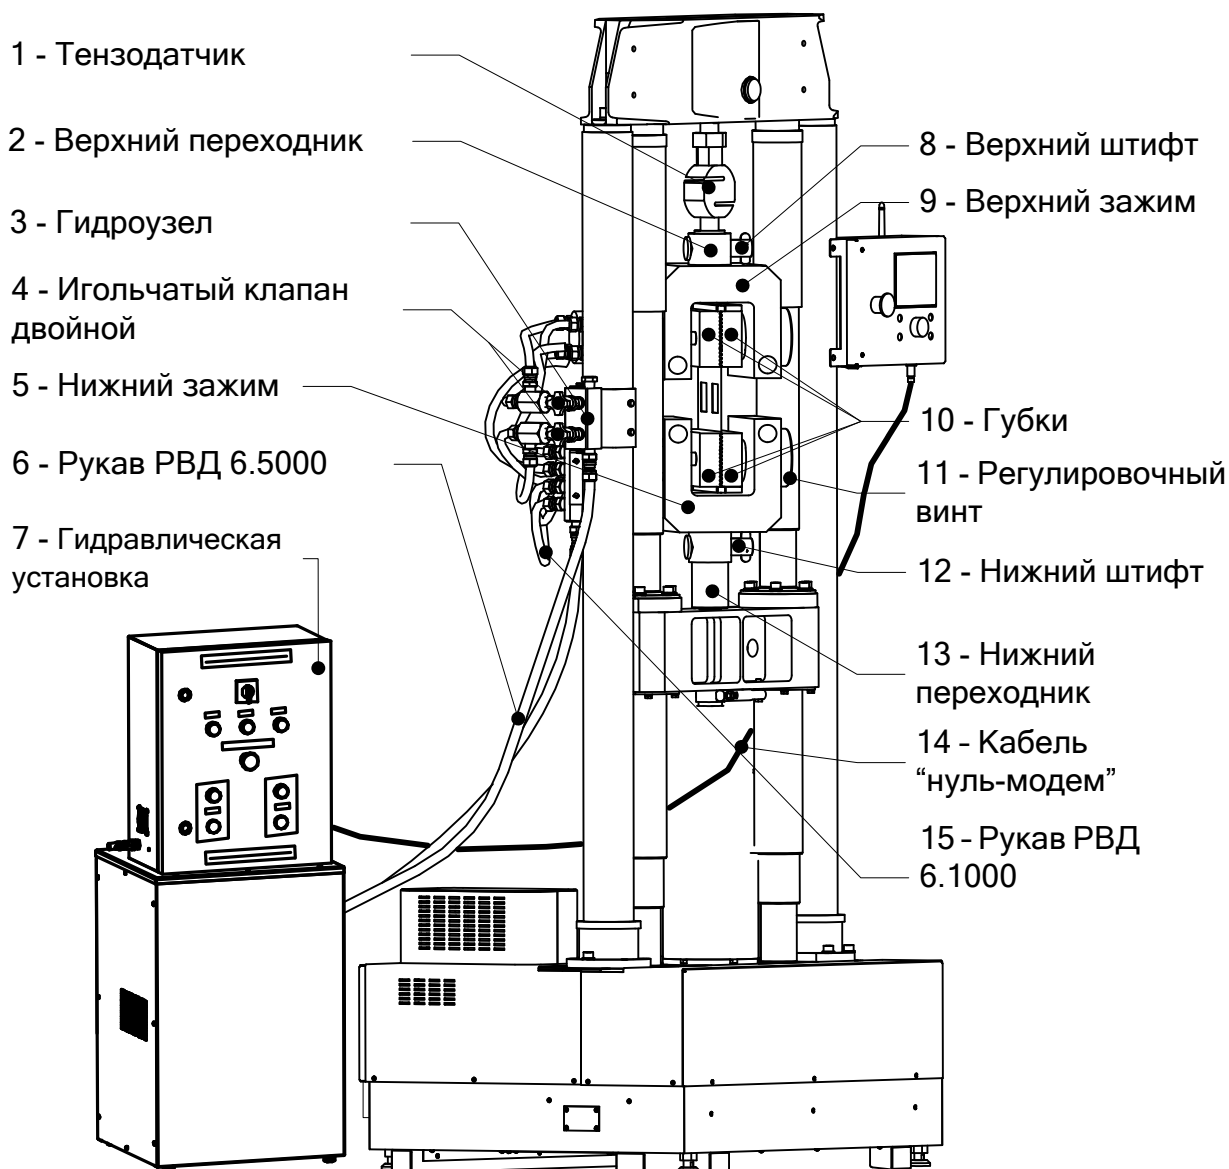

Рисунок 1 – Общий вид тисов, установленных в МРП-20
2.1.4 Зафиксировать при помощи резьбового соединения нижний переходник (поз. 13 рисунок 1, страница 4) в МРП-20. До упора должно оставаться 1-2 витка резьбы. Ось горизонтально расположенного отверстия для штифта должна располагаться в плоскости вертикальных стоек МРП-20.
2.1.6 Установить нижний зажим (поз. 5 рисунок 1, страница 4, см. наклейку на изделии) таким образом, чтобы совпали отверстия для штифта в переходнике и зажиме.
2.1.7 Установить штифт (поз. 12 рисунок 1, страница 4).
2.1.8 На нижний зажим установить верхний (поз. 9 рисунок 1, страница 4; плоскости губок должны совпадать).
2.1.9 Зафиксировать при помощи резьбового соединения верхний переходник (поз. 2 рисунок 1, страница 4) в МРП-20. До упора должно оставаться 1-2 витка резьбы. Ось горизонтально расположенного отверстия для штифта должна располагаться в плоскости вертикальных стоек МРП-20.
2.1.10 Подняв нижнюю подвижную балку МРП-20 вращением ручки управления, зафиксировать соединение верхним штифтом (поз. 8 рисунок 1, страница 4).
2.1.11 Зафиксировать гидрораспределитель (поз. 3 рисунок 1, страница 4) при помощи болтов из комплекта принадлежностей.
2.1.16 Открыть верхний игольчатый клапан (поз. 4 рисунок 1, страница 4) полностью, нижний – за $\frac{3}{4}$ оборота до состояния полностью открытого.
2.4.9 При помощи регулировочных винтов (поз. 11 рисунок 1, страница 4) установить положение образца так, чтобы продольная ось образца совпадала с осью **переходников 2, 13** и **тензодатчика 1**. Поворот винта на одно деление перемещает губку на 0,1 мм.